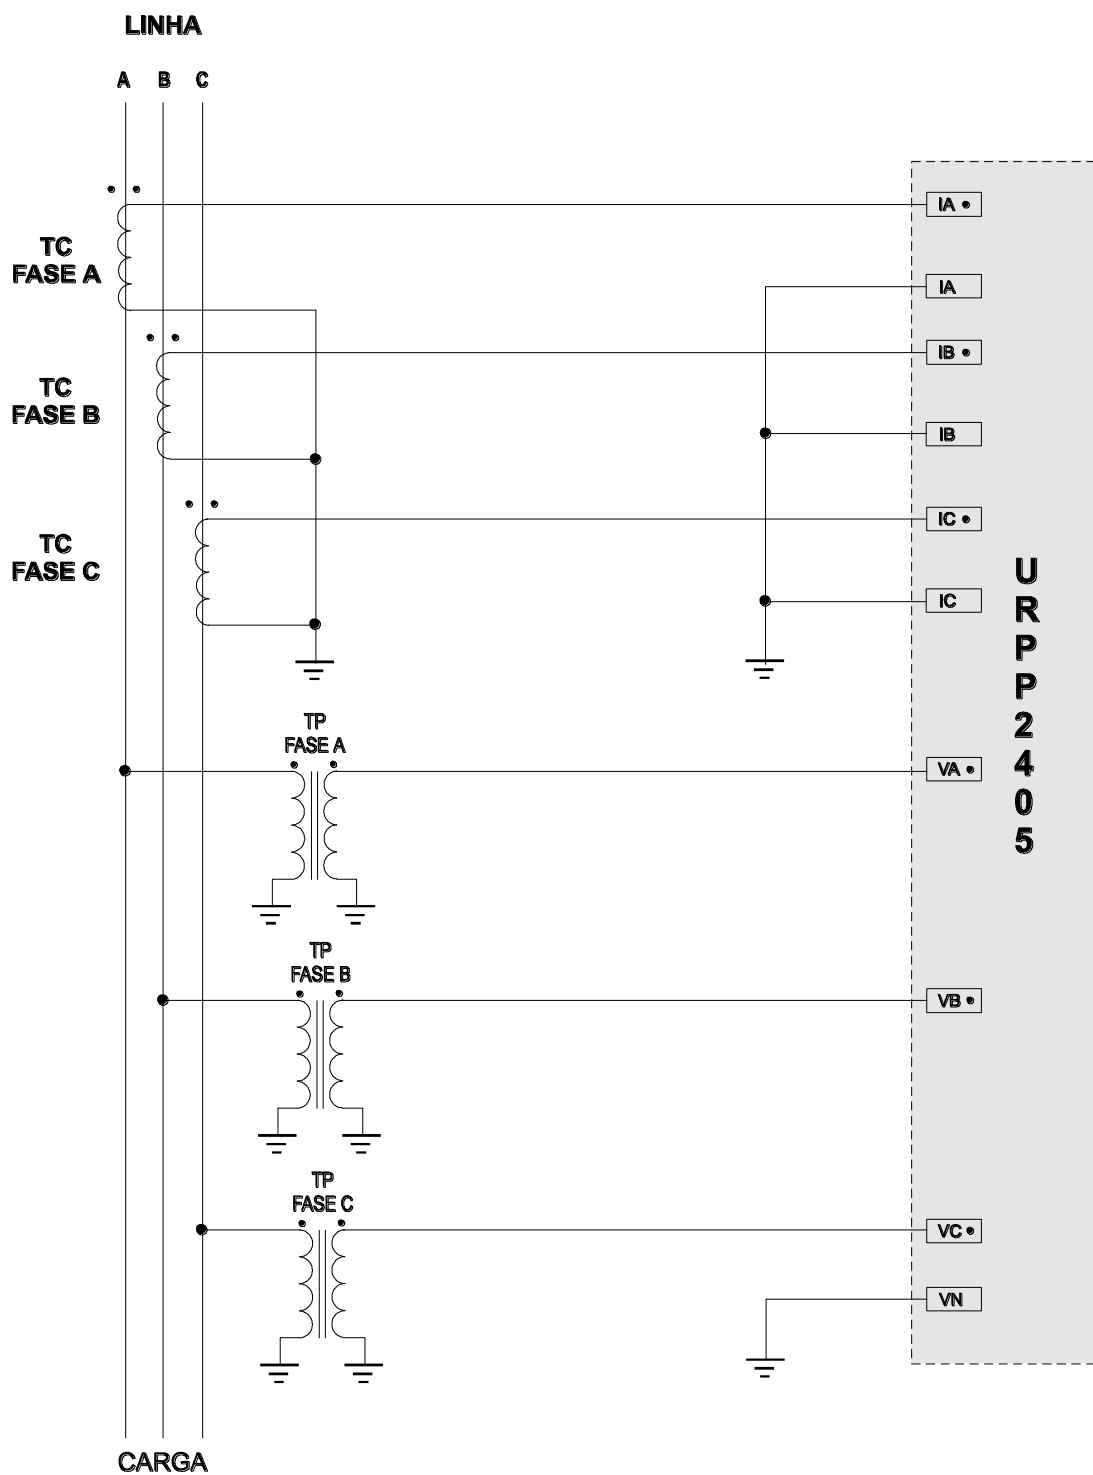

Figura 3: Esquema de ligação para o relé direcional de potência.
A conexão das entradas de tensão do **URPP 2405** com a instalação elétrica é realizada com o secundário do transformador de potencial (TP) fechado em estrela **_ Y** (vide figura 3).